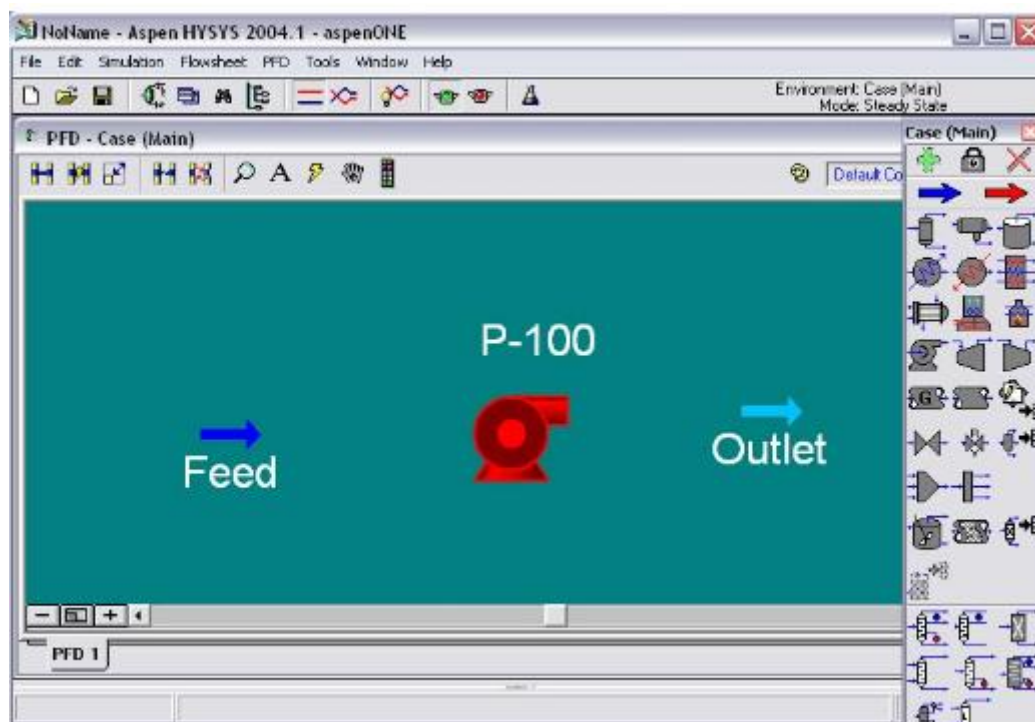

Fig.IV.1
- Installer une pompe à partir de la palette des objets →Fig.IV.1,